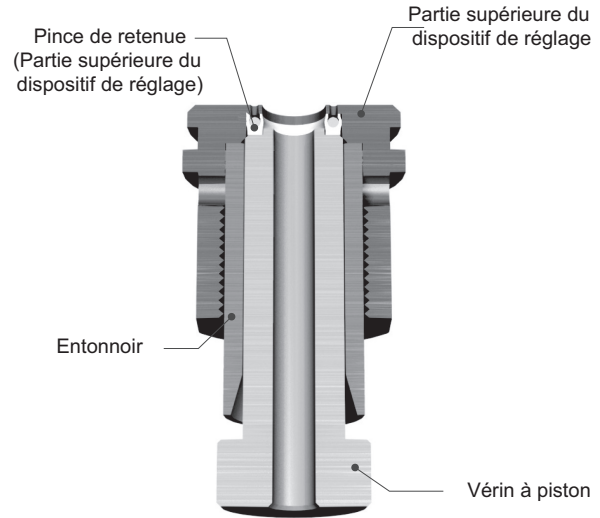

Figure 57 : Vérin de piston
- vi. Appuyez sur le vérin de piston pour insérer la pince de retenue (partie supérieure du dispositif de réglage) sur la partie supérieure du dispositif de réglage, comme indiqué sur la figure 57.
- vii. Appuyez sur le vérin de piston pour insérer la pince de retenue (partie supérieure du dispositif de réglage) sur la partie supérieure du dispositif de réglage, comme indiqué sur la figure 57.